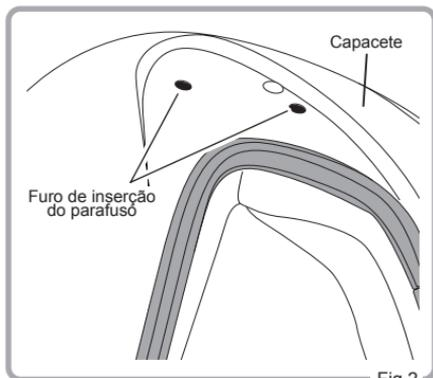

Fig.2
2. Tal como se mostra na Fig. 2, puxe a viseira na direção da seta premindo o botão de libertação para baixo. Um lado da viseira está completamente removido.
2. Coloque a Patilha da Viseira no espaço disponível no lado do capacete e alinhe o furo de montagem na Patilha da Viseira com o furo de montagem no capacete (Fig. 2).